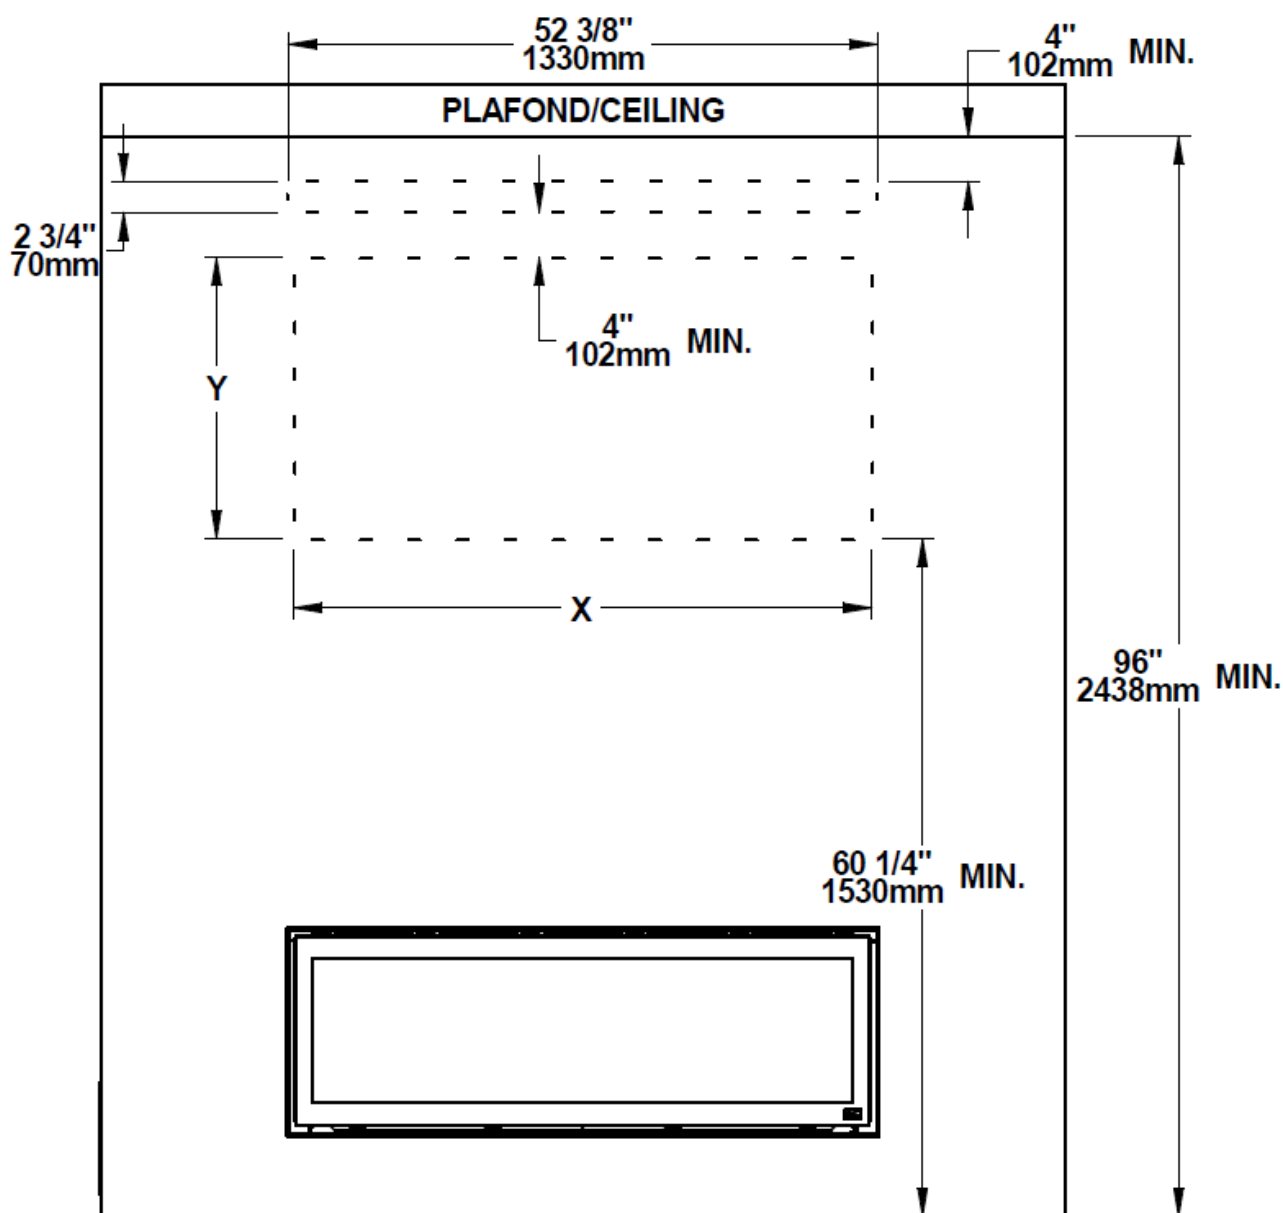

Figure 2 : Emplacement de la grille d'aération avec alcôve pour téléviseur
Déterminer l'emplacement de la grille d'aération (A) et de l'alcôve au-dessus du foyer selon la Figure 2 et 3. La largeur (X) et la hauteur (Y) de l'alcôve peuvent varier en fonction du choix d'installation. L'ensemble du châssis, de l'alcôve et de l'enceinte avant du foyer doivent être fait de matériau **non-combustible**.